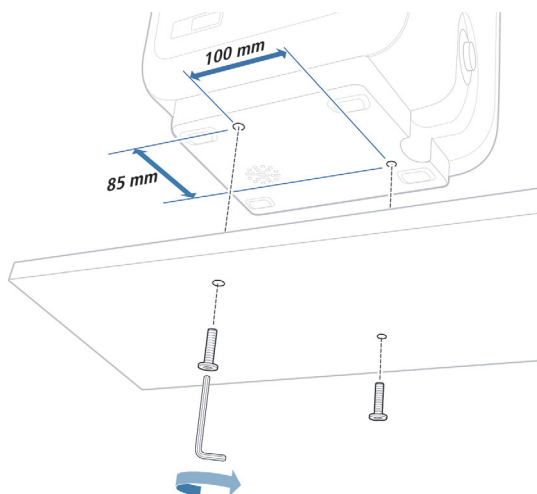

Рисунок 3-1. Сверление отверстий для винтов при креплении аппарата ИВЛ
1. Просверлите в крепежной поверхности необходимые отверстия для винтов (диаметром 6,6–7,0 мм). На рис. 3-1 представлены сведения о размещении аппарата ИВЛ.